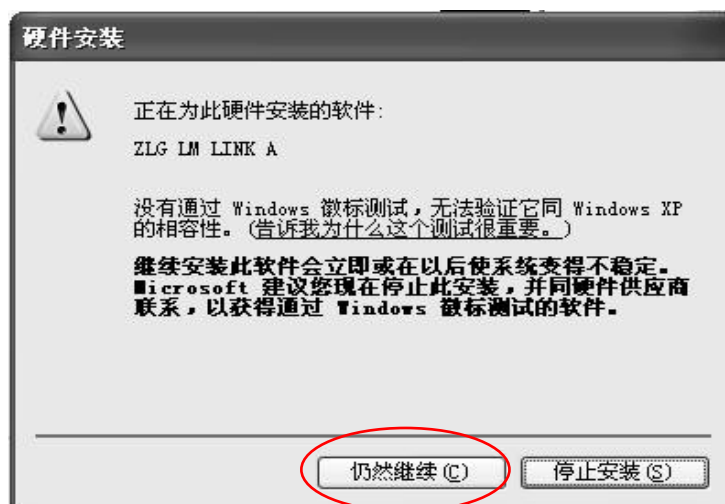

图 1.9 硬件安装过程中出现的窗口
3、点击“下一步”进行安装，安装过程中将出现如图 1.9所示的窗口，选择“仍然继续”就可以了。